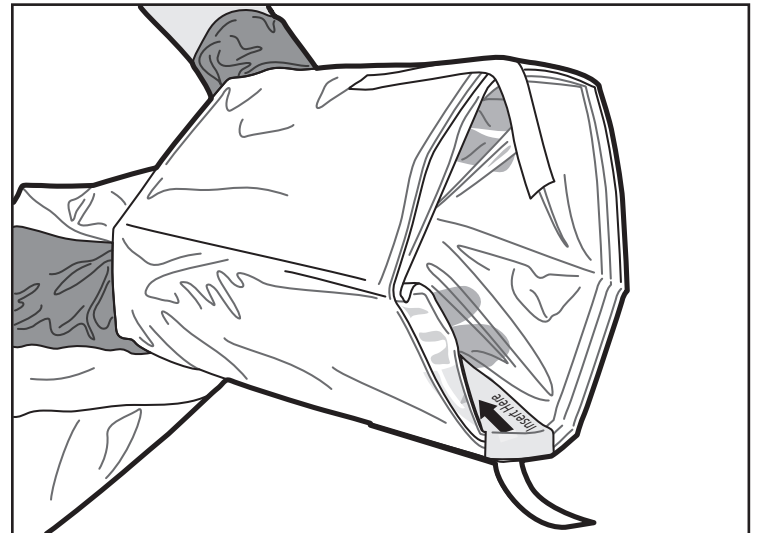

Figura 3. Apertura de la bolsa
4. El operador esterilizado introduce las manos en los pliegues internos de la bolsa, y la abre para la colocación de la unidad motora MDU5 PLUS por el operador no esterilizado. La etiqueta "Insert Here" (Introducir aquí) se puede utilizar para localizar fácilmente la abertura de la bolsa (figura 3).